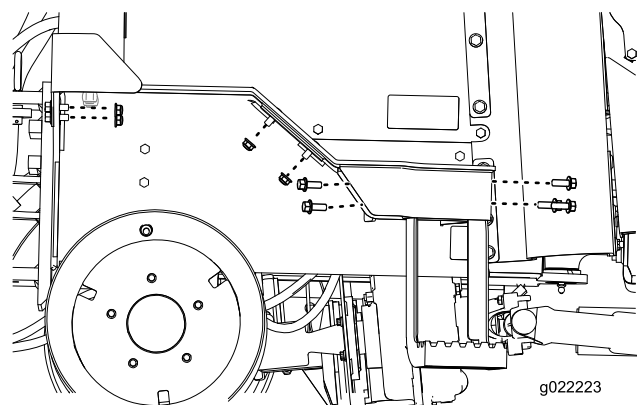

Figura 13
3. Retire el peldaño supletorio de la máquina (Figura 13).